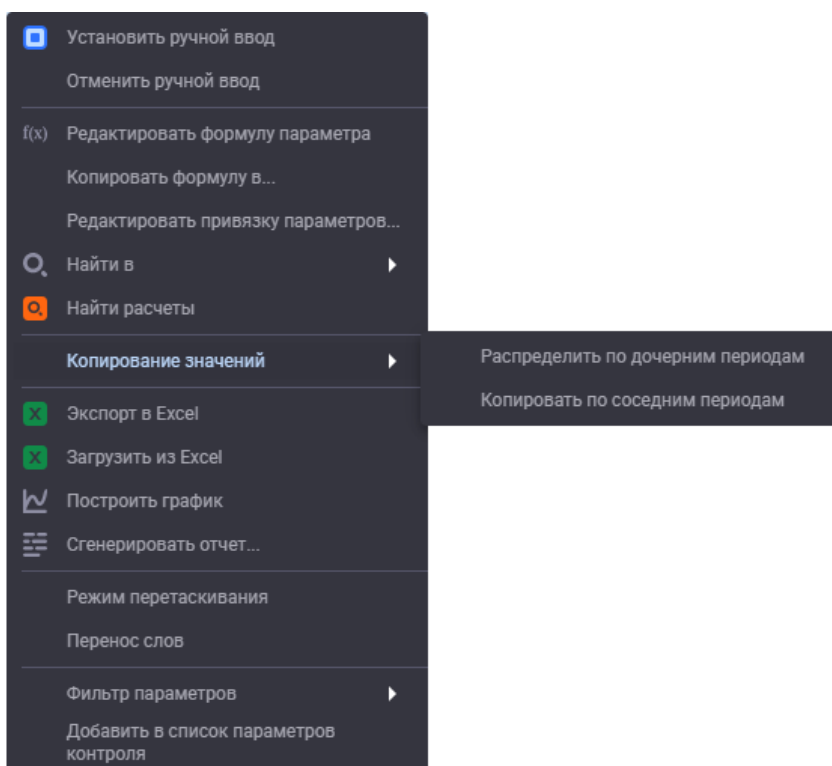

Рис. 86 – Контекстное меню, опция «Распределить по дочерним периодам»
2. Вызвать контекстное меню на списке параметров и выбрать опцию **Копирование значений** -> **Распределить по дочерним периодам** (Рис. 86).
2. Вызвать контекстное меню на списке параметров и выбрать опцию **Копирование значений** -> **Копировать по соседним периодам** (Рис. 86).